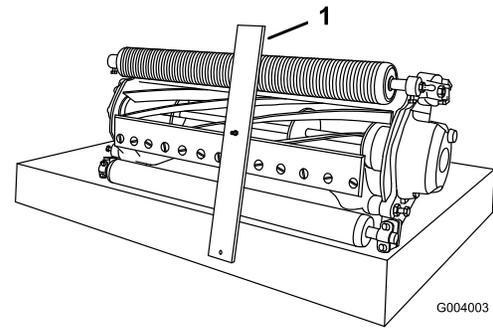

Figure 62
3. Accrochez la tête de la vis sur le bord tranchant de la contre-lame et appuyez l'arrière du gabarit contre le rouleau arrière (Figure 62).